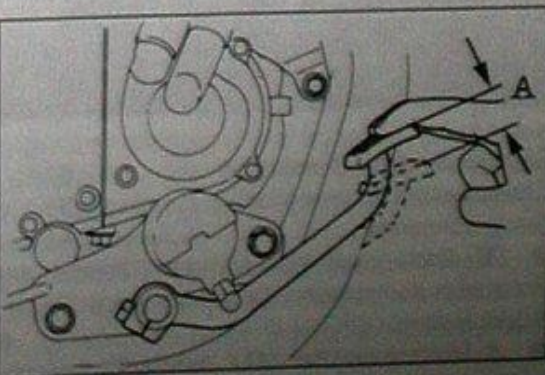

Bild 49
- ⚠ Bremshebelspiel «A» Bild 49 bis zum Einsetzen der Bremswirkung soll 20 – 30 mm betragen.